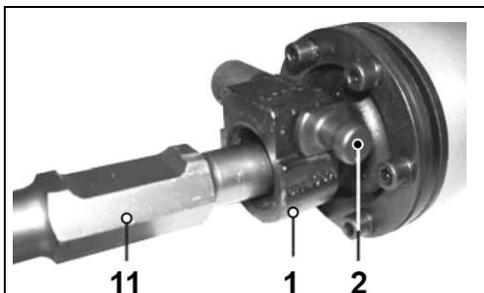

Рис. 3
8.1.2. Преодолевая усилие пружины, оттяните фиксатор муфты (2) на себя, и удерживая в этом положении, поверните на 180° и отпустите фиксатор (2), Рис. 3.